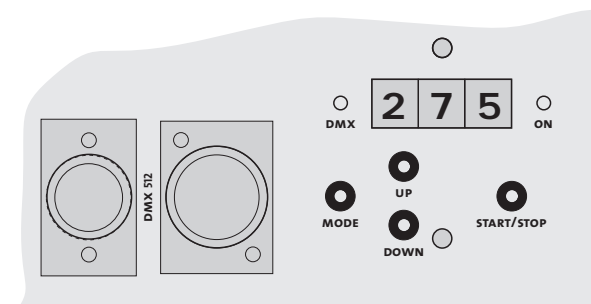

Fig. 3:
- a) Pressez le bouton de mode [14] sur le panneau de commande, jusqu'à ce que trois chiffres apparaissent sur l'afficheur [17] (cf. fig. 3).